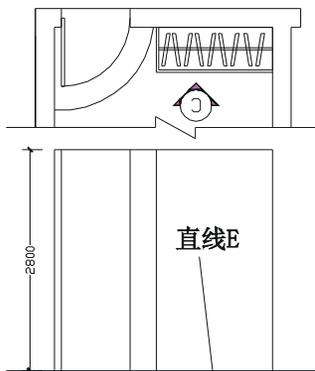
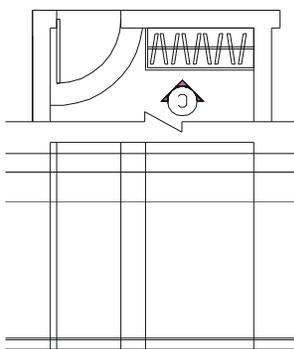
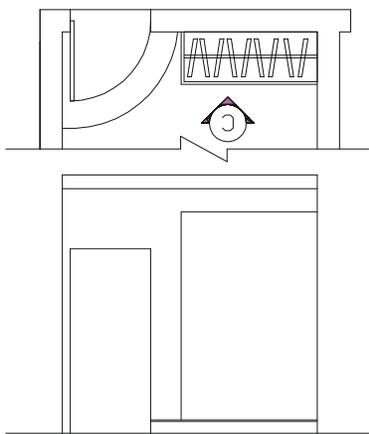

图 8-1-38
图 8-1-39
图 8-1-40
**STEP 02** 参照 B 立面图的绘制，使用绘制直线命令 LINE 和偏移命令 OFFSET 绘制出如图 8-1-38 所示的墙面轮廓线。
**STEP 03** 使用偏移命令 OFFSET 将如图 8-1-38 所示的直线 E 分别依次向上偏移 130、20、1850、400、250，如图 8-1-39 所示。
**STEP 04** 使用修剪命令 TRIM 将如图 8-1-39 所示的图形进行修剪，如图 8-1-40 所示。
**STEP 05** 使用编辑多段线命令 PEDIT 将如图 8-1-40 所示左边门的轮廓线合并为一条多段线。